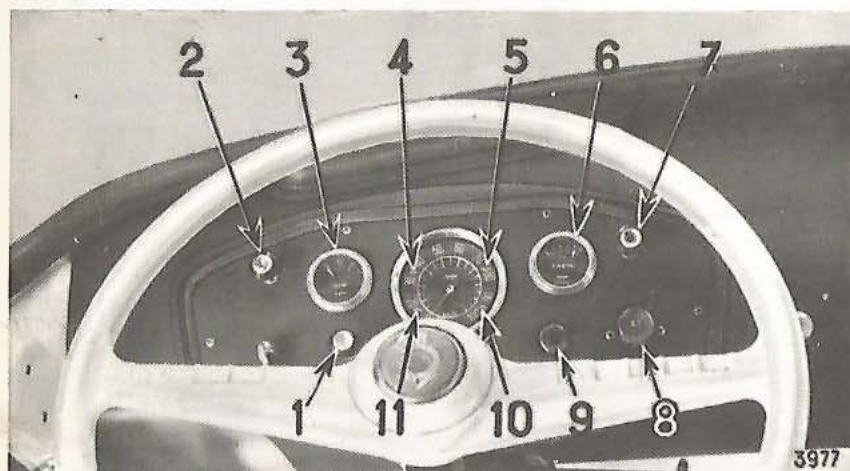

Fig. 2
- Appuyez sur le contacteur du thermostat pendant 15 à 20 secondes (fig. 2, rep. 9).